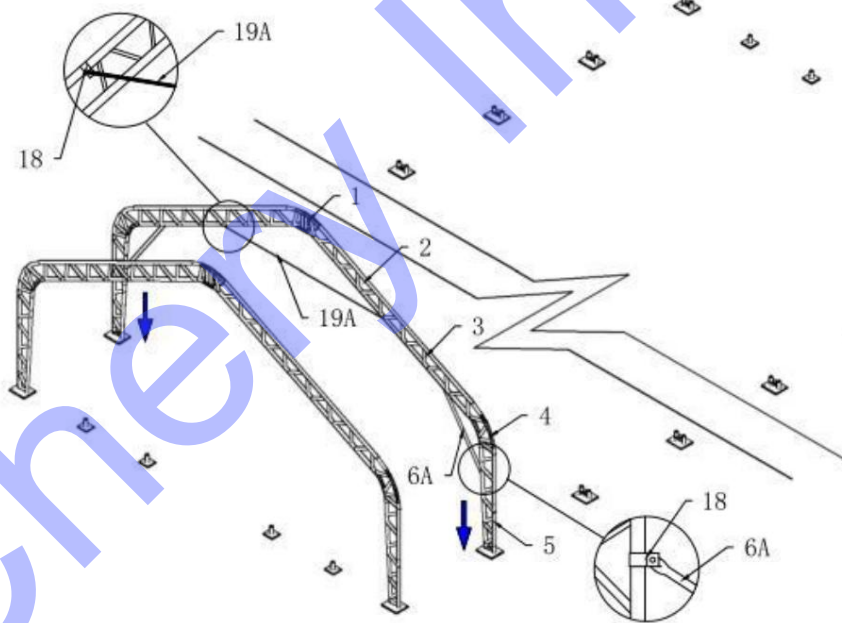

Figure 7
3. Connectez le tube courbé de support d'épaule (n° 6A) à l'arche en utilisant le clip (n° 18) à tour de rôle (voir Figure 7), puis connectez le fil d'acier pour la verticale supérieure (n° 19A) sur le dessus en utilisant le clip (n° 18) (voir Figure 7).